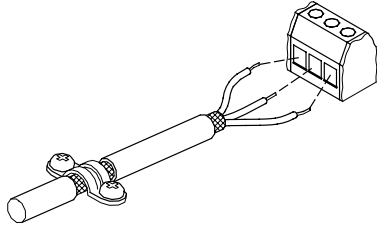

Рис. 10 Соединение оплетки и проводов экранированного кабеля с колодкой
- Экранирование кабелей должно выполняться подключением обоих концов кабельной оболочки на массу насоса. При экранировании кабелей следить за надежным соединением на массу. Торцы экранирующей оболочки должны находиться на минимально возможном удалении от соединительных зажимов, смотрите рис. 10.